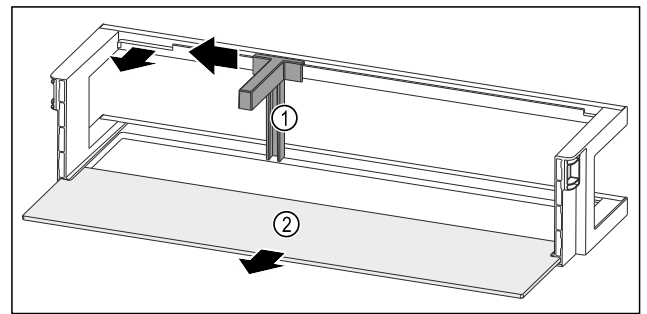

Fig. 171 Türabsteller mit Flaschenhalter und Abstellfläche
- ▶ Flaschenhalter Fig. 171 (1) bis zur Aussparung zur Seite schieben.
- ▶ Flaschenhalter Fig. 171 (1) entnehmen.
- ▶ Abstellfläche Fig. 171 (2) entnehmen.